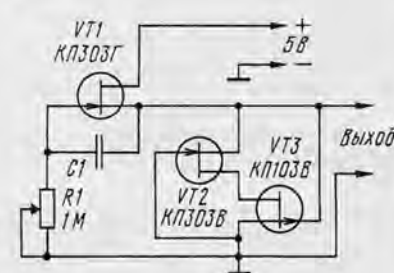

Рис. 8
**РС-генератор.** Всего три полевых транзистора, конденсатор и переменный резистор используются в этом генераторе (рис. 8). Транзистор VT1 должен быть с начальным током стока, превышающим в 1,5...2 раза ток в точке перегиба участка "б" характеристики лямбда-диода.